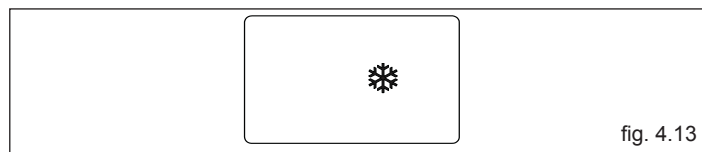

fig. 4.13
- **Antigelo riscaldamento:** la funzione si avvia se la temperatura rilevata dalla sonda di mandata scende sotto i 5°C. In questa fase si attiva il circolatore e, se caldaia non in blocco, anche il bruciatore alla minima potenza finché la temperatura dell'acqua di mandata raggiunge i 35 °C. Durante il ciclo antigelo sul visualizzatore digitale appare il simbolo ❄️ (fig. 4.13).
- **Antigelo sanitario:** la funzione si avvia se la temperatura rilevata dalla sonda sanitaria scende sotto i 5 °C. In questa fase si attiva il circolatore e, se caldaia non in blocco, anche il bruciatore alla minima potenza finché la temperatura dell'acqua di mandata raggiunge i 55 °C. Durante il ciclo antigelo sul visualizzatore digitale appare il simbolo ❄️ (fig. 4.13).